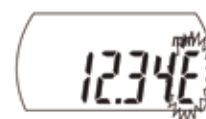

Fig. 5
2. Para los tipos Digimatic, la letra "E" al final de la pantalla que aparece momentáneamente durante el movimiento del eje no indica una falla. Sin embargo, si se muestra continuamente, es necesario repararlo. (**Fig. 5**)